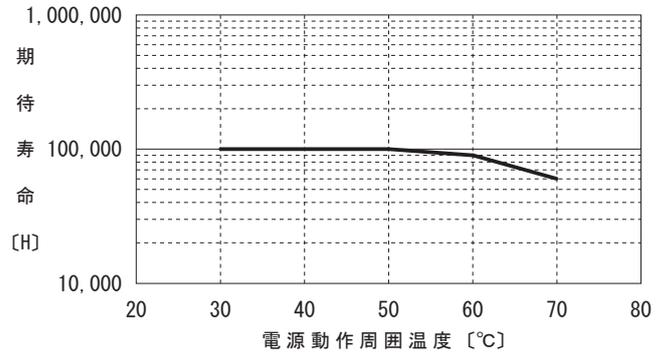

図3.1 ファン期待寿命
■使用条件によってはファンの期待寿命(R(t)=90%)は図3.1のようになります。